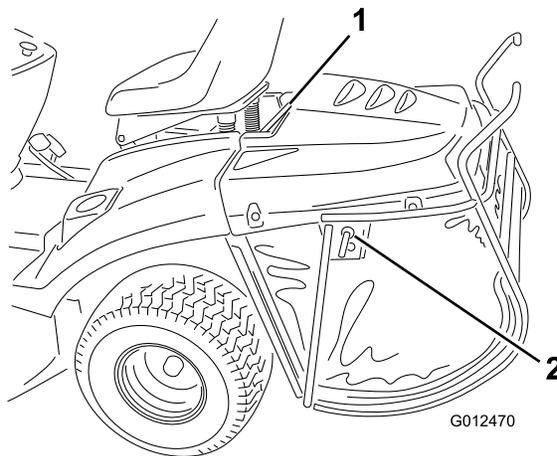

Figura 35
1. Bloquee el pasador de bloqueo del recogedor (Figura 35).
2. Levante el recogedor usando la barra de soporte superior (Figura 35).